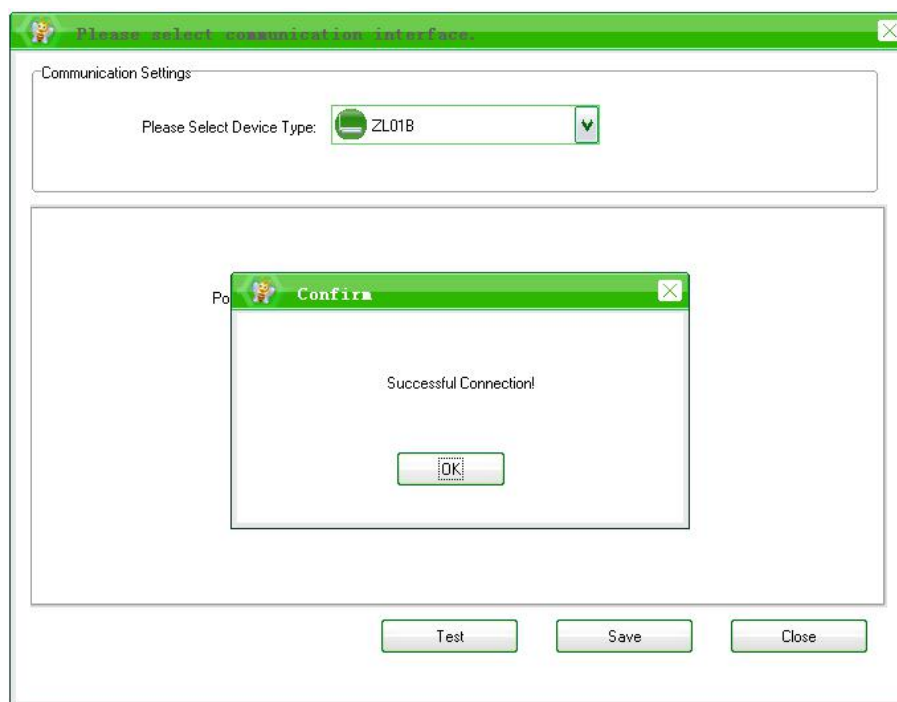

图 5-3-5 Connexion Detected 提示框
- （6）等待几秒钟，如果检测到 ZL01B 硬件则弹出如图 5-3-5 提示框，否则弹出 Connection failed 提示框。